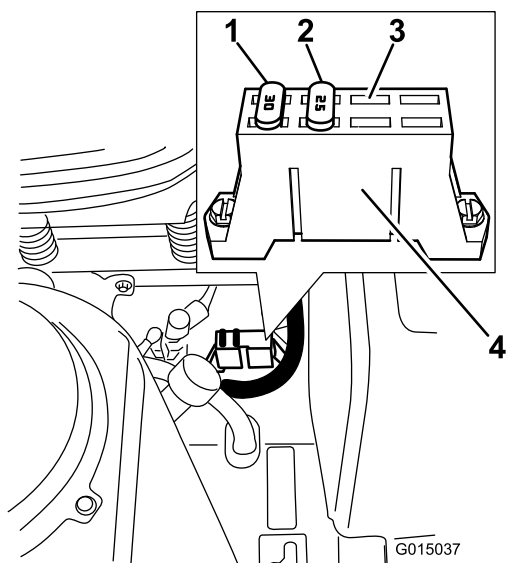

Figura 48
1. Los fusibles están situados en la consola de la derecha, junto al asiento (Figura 48).
3. Instale un fusible nuevo que tenga el mismo amperaje que el fusible que retiró (Figura 48).